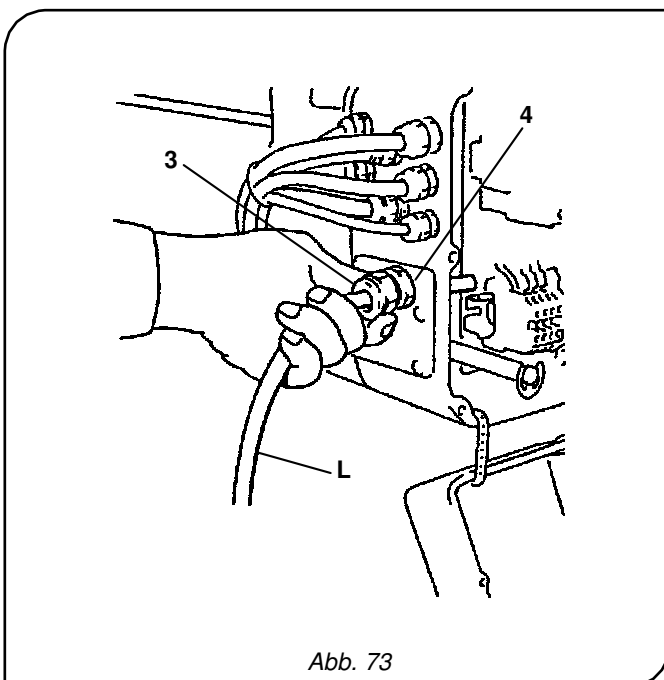

Abb. 73
4. Lockern Sie den Gewinding **-3-** der Kabelverschraubung **-4-**, führen Sie das Netzkabel **-L-** ein und ziehen Sie den Gewinding der Kabelverschraubung wieder fest an (Abb. 73).